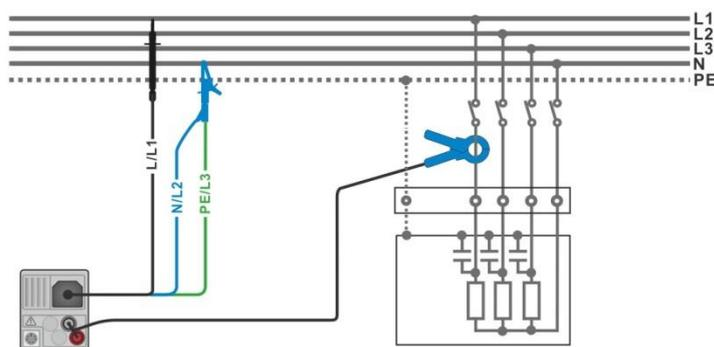

Abbildung 7.62: Oberwellenmessung
- › Schließen Sie die Spannungsmessleitungen und die Stromzange am Prüfling an (siehe **Abbildung 7.62**).